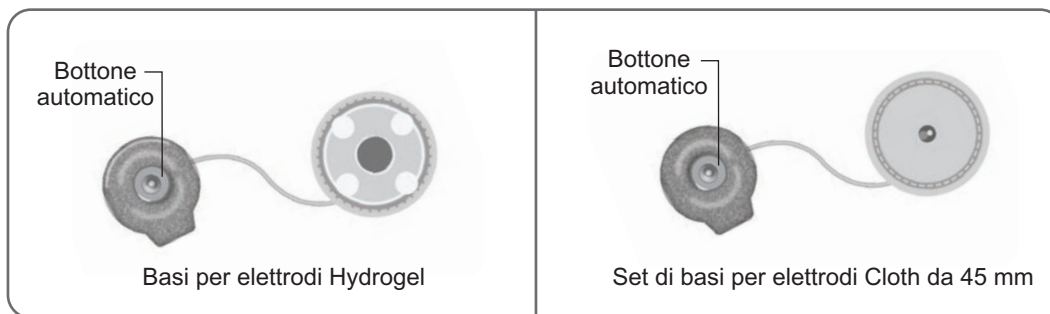

Figura 6-6: Basi per elettrodi utilizzabili con il gambale per la parte inferiore della gamba normale
**Con il gambale per la parte inferiore della gamba della misura normale si possono usare le seguenti basi per elettrodi: (Figura 6-6).**